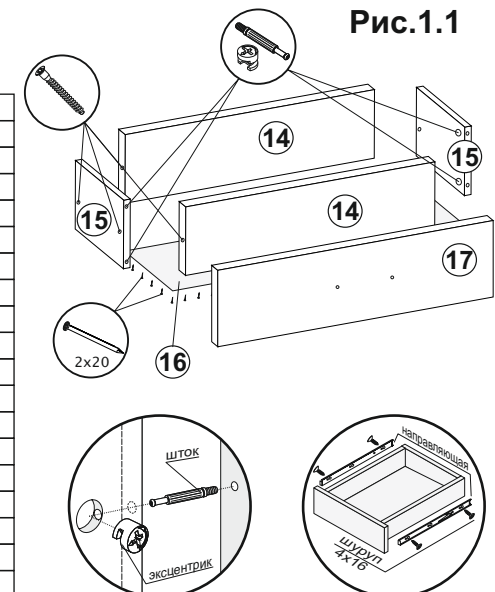

Рис.1
- К боковинам (1) прибить подпятники гвоздями 2x20 и прикрутить направляющие шурупами 4x16 по наметкам. (рис.1).
- Соединить боковины (1), стяжки (3) и цоколь (4) еврошурупами 7x50. (рис.1).
- С помощью эксцентриков монтировать крышу (2) к боковинам (1). (рис.1).
- Перевернуть собранную часть изделия лицом вниз, замерить диагонали секции (они должны быть равны: ± 2 мм). Гвоздями 2x20 прибить задние стенки из ХДФ (5) (рис.1).
- Досверлить 2 отв. $\varnothing 8$ мм в одной из боковине (1) и 2 отв. $\varnothing 5$ мм в крыше (2), в зависимости от выбранного варианта расположения изделия, для дальнейшего крепления к столу. (рис.1)
- Соединить крышку (7) с задней стенкой (8), боковинами (6), стяжками (9, 10) и фасадную планку (11) используя эксцентрики и еврошурупы. Расположение отверстий $\varnothing 5$ мм (под межсекционную стяжку) на крышке (7) должно совпадать с выбранным вариантом расположения изделия. (рис.1)
- С помощью еврошурупов 7x60, к получившемуся изделию, монтировать боковину 22мм (13) и стяжку (12). (рис.1)
- Соединить собранные части изделия через ранее просверленную боковину (1) и стяжку (12) еврошурупами 7x50, затем соединить межсекционными стяжками крыши (2, 7). (рис.1).